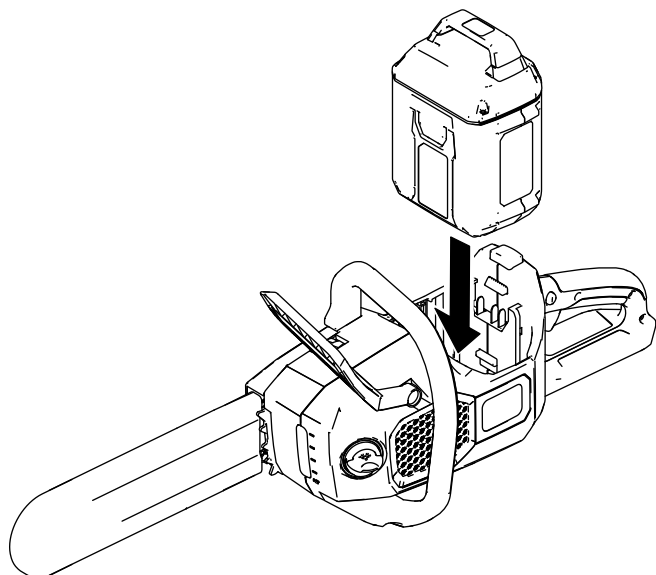

Figure 22
2. Mettez la languette de la batterie en face du logement de batterie dans la tronçonneuse (Figure 22).